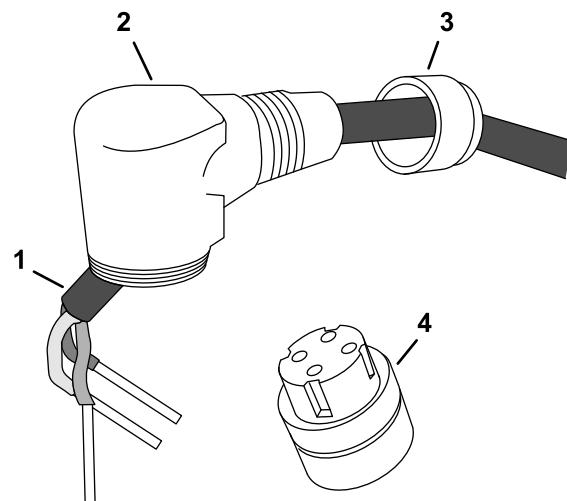

Bild 12
4. Richten Sie den Kabelbaumzweig durch die Gehäsemutter und das Steckergehäuse (Bild 12) aus.
3. Entfernen Sie den Anschlusskörper und die Überwurfmutter aus dem Gehäuse des Druckschalteranschlusses (Bild 12).